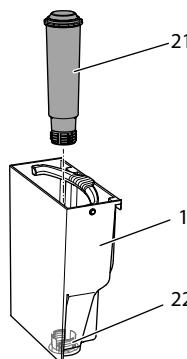

Fig. 15: Montaggio e smontaggio del filtro dell'acqua
- Rimuovere il filtro dell'acqua (vedere Fig. 15 a pagina 125).
- Installare un filtro nuovo nel serbatoio dell'acqua (vedere Fig. 15).
3. Rimuovere il filtro dell'acqua (vedere Fig. 15).